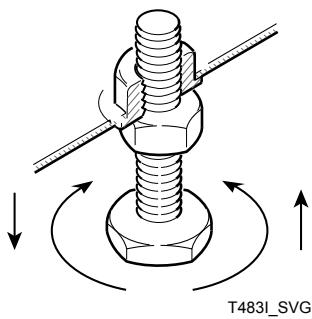

Figura 3
5. Deslize a secadora para seu local permanente. Ajuste os pés de nivelamento até que a unidade esteja nivelada ou até que a altura da parte frontal em relação à traseira não seja maior do que 3,3 mm [0,13 pol.]. Consulte a Figura 3 . A secadora não deve balançar. Trave as pernas de nivelamento com as porcas previamente instaladas.